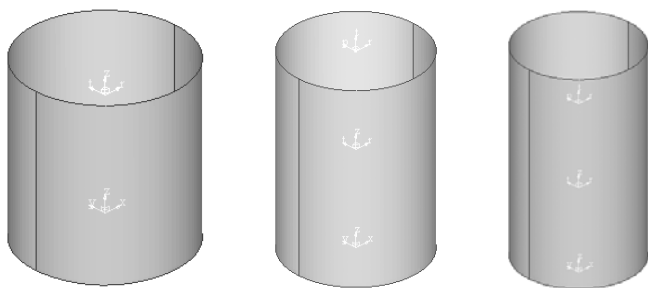

图 13-21 模型在 Z 方向上放缩的不同阶段
- (9) 停止动画。
- (10) 单击 Animation Controls (⏏) 按钮。
- (11) 将 Angle Increment 变为 10。
- (12) 返回 Deformed 面板。
- (13) 在 Type 栏中选择 Component, 这一选择能够使模型在三个方向按照不同的比例缩放。
- (14) 在 X、Y、Z 上分别输入 0、0、20。
- (15) 单击 Apply 按钮。
- (16) 运行模型动画, 此时模型只在 Z 方向上放缩, 效果如图 13-21 所示。